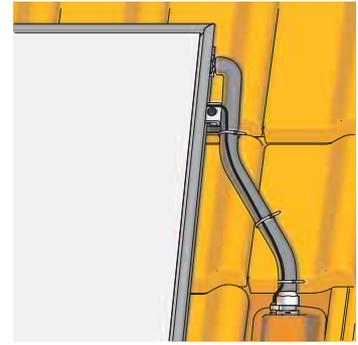

Figure 3-47 Etape 3
3. Posez le câble silicone de la sonde de température au niveau du passe-toit (avec des tubes coudés anti-goutte) et fixez-le à l'aide d'attaches sur le rail de montage ou sur la conduite de raccordement (Figure 3-47).